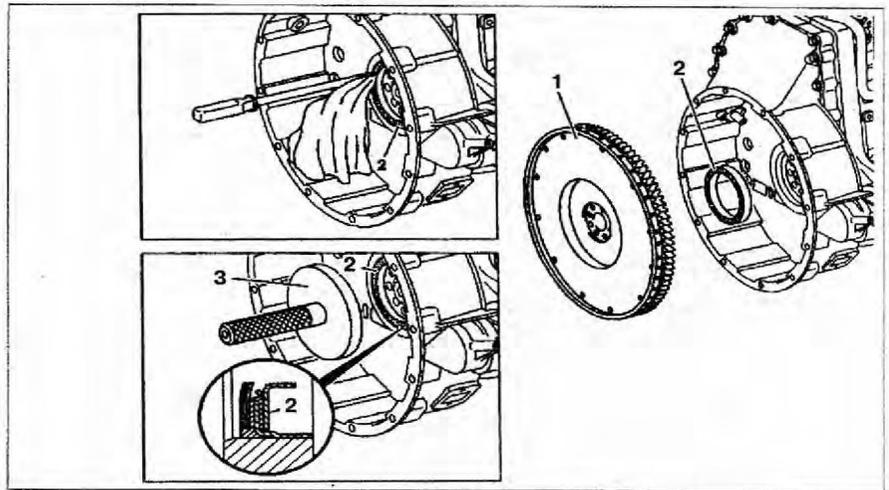

Рис. 3.216. Задний сальник коленчатого вала:
1. Снимите маховик **1** (рис. 3.216).